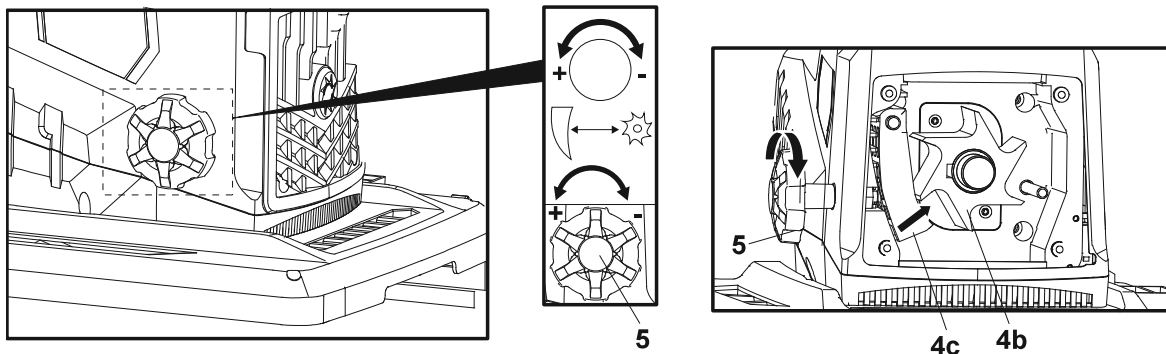

Fig. 6
2. Gire el pomo de ajuste (5) hacia la derecha hasta que se oiga un sonido de rascado (la placa metálica haciendo contacto con el cabezal de corte). Caerán virutas finas de aluminio por el canal de descarga (Fig. 6).
3. En el momento en que se oiga el sonido de rascado, gire el pomo de ajuste (5) hacia la izquierda 1/4 de vuelta. Asegúrese de que la placa metálica no está en contacto con el cabezal de corte.